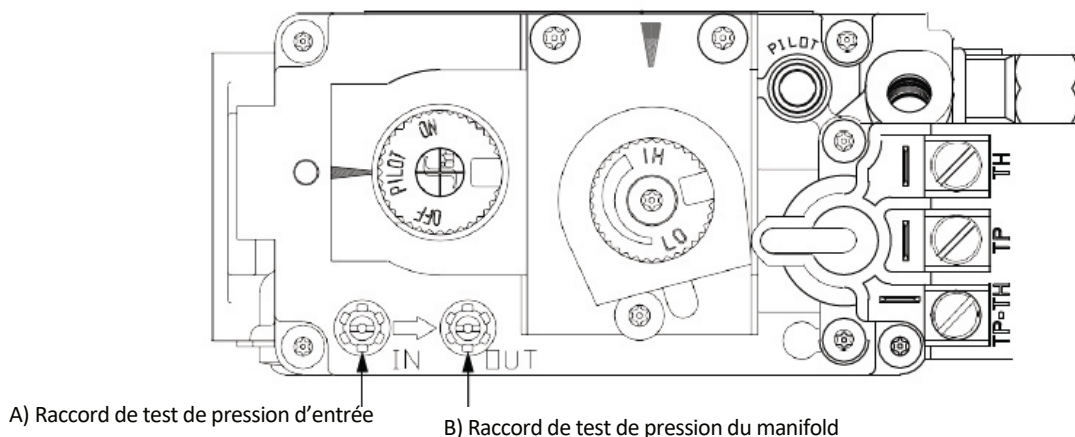

Figure 12.2 - Raccords de test de pression
1. Desserrez (sens antihoraire) la vis du raccord de test de pression d'entrée (IN). Voir (A) à la Figure 12.2.
8. Débranchez le tube avec manomètre et serrez (sens horaire) la vis du raccord de pression d'entrée (IN). La vis doit être serrée juste assez; ne la serrez pas trop.
9. Rallumez la veilleuse et tournez le bouton de réglage de gaz à ON. Rebranchez le manomètre au raccord de test de pression d'entrée (A) pour vérifier qu'il est complètement étanche. Le manomètre ne devrait indiquer aucune pression.
2. Desserrez (sens antihoraire) la vis du raccord de test de pression du manifold (OUT). Voir (B) à la Figure 12.2.
7. Branchez le manomètre au raccord de test de pression du manifold (B) pour vérifier qu'il est complètement étanche. Le manomètre ne doit indiquer aucune pression lorsque la veilleuse et le brûleur sont allumés.